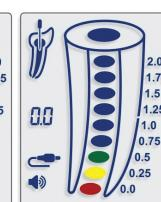

Fig. 10
5.4.13 Når foramen apikale (0.0) nås, indikeres det af et rødt farvesegment inde i rodkanalbilledet (Fig. 10) og en konstant tone. Bestem den elektronisk opnåede længde med en endodontisk lineal. Træk 0,5-1,0 mm fra den elektroniske længde for at fastsætte arbejdslængden.